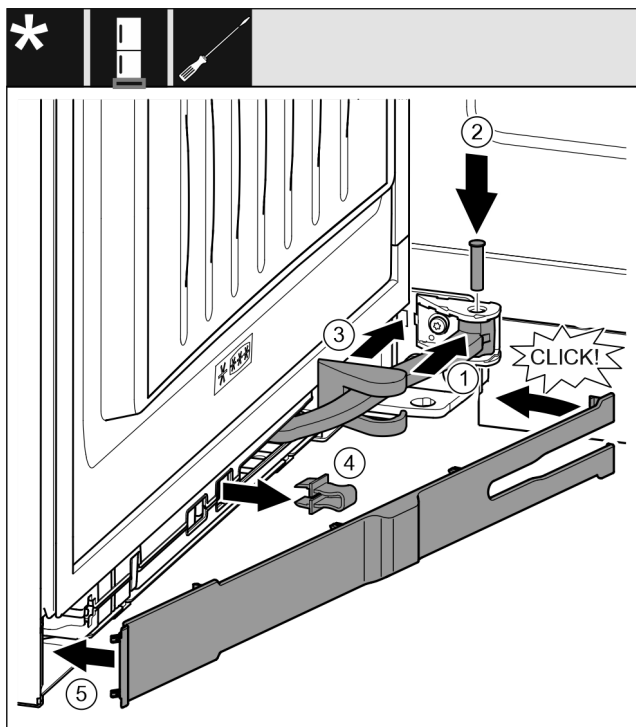

Fig. 32
- Ruotare il giunto Fig. 32 (1) nella sospensione.
- Con un cacciavite Fig. 32 (2) inserire i perni nella sospensione e nel giunto. Assicurarsi che la camma di arresto sia posizionata correttamente nella scanalatura.
- Spostare la copertura del blocco di supporto Fig. 32 (3) lungo il giunto e montarla sulla sospensione.
- Rimuovere il fusibile Fig. 32 (4).
- Applicare la maschera Fig. 32 (5) dal lato della maniglia e ruotarla verso l'interno.